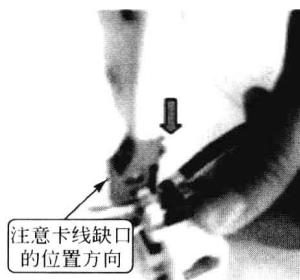

图 1-18 用工具将线打到卡线槽底部
④ 用打线工具把已卡入到卡线槽中的芯线打入到卡线槽的底部，以使芯线与卡线槽接触良好、稳固。操作方法如图1-18所示，对准相应芯线，往下压，当卡到底时会有“咔”的声响。注意打线工具的卡线缺口旋转位置。